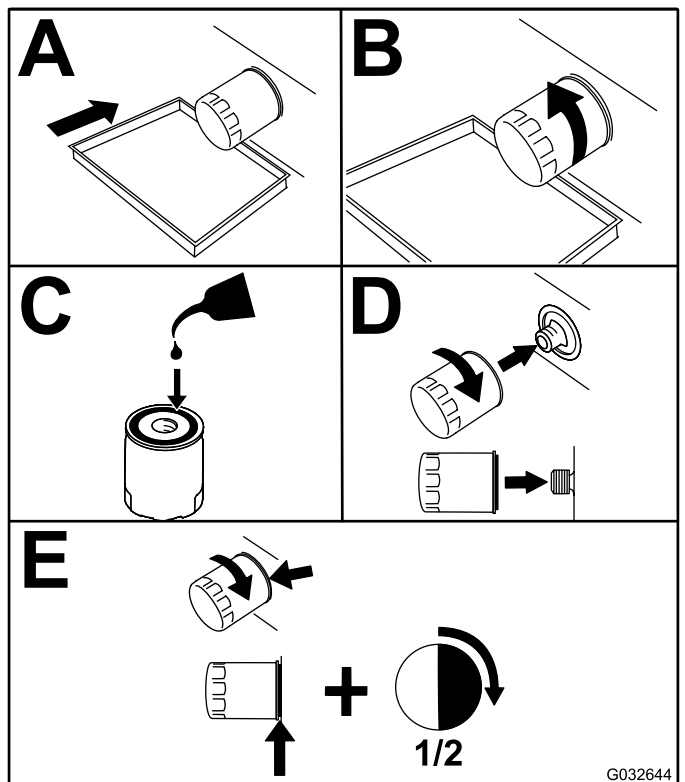

Figura 61
2. Sustituya el filtro de aceite del motor (Figura 61).